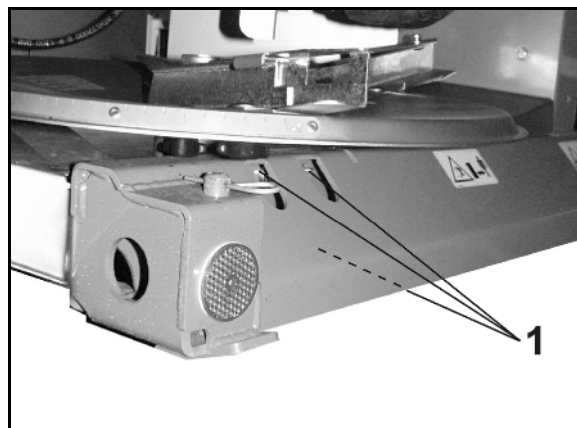

Рис. 74
Необходимое расстояние между упорными винтами (Рис. 74/1) и рамой со взвешивающим элементом составляет 2 мм.
1. Открутите контргайку (Рис. 74/2).